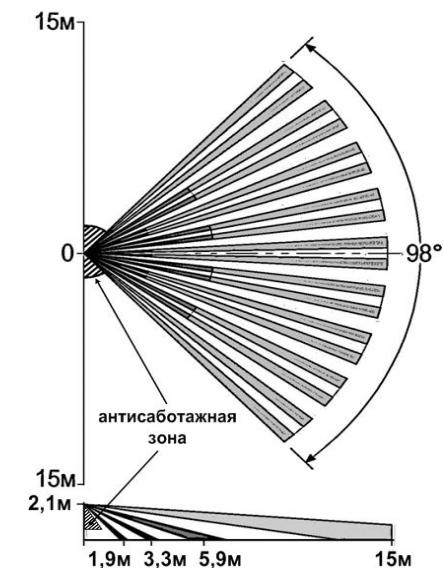

Рис.3 Диаграмма зоны обнаружения при установке извещателя на высоту 2,1 м и наклоне основания извещателя вниз (в вертикальной плоскости) на угол 6°
- Широкоугольная линза, позволяющая создать зону обнаружения максимальной площади (см. рис.3).
- Дополнительная охранная (антизаборная) зона препятствует попыткам маскировки (заборы) зоны обнаружения извещателя. Эта зона направлена конусообразно вниз (рис.3). Дальность обнаружения антизаборной зоны - до 1,5 м.